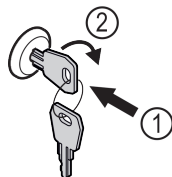

Fig. 170
- Vajutage võti sisse Fig. 170 (1).
- Keerake võtit 90° päripäeva Fig. 170 (2).